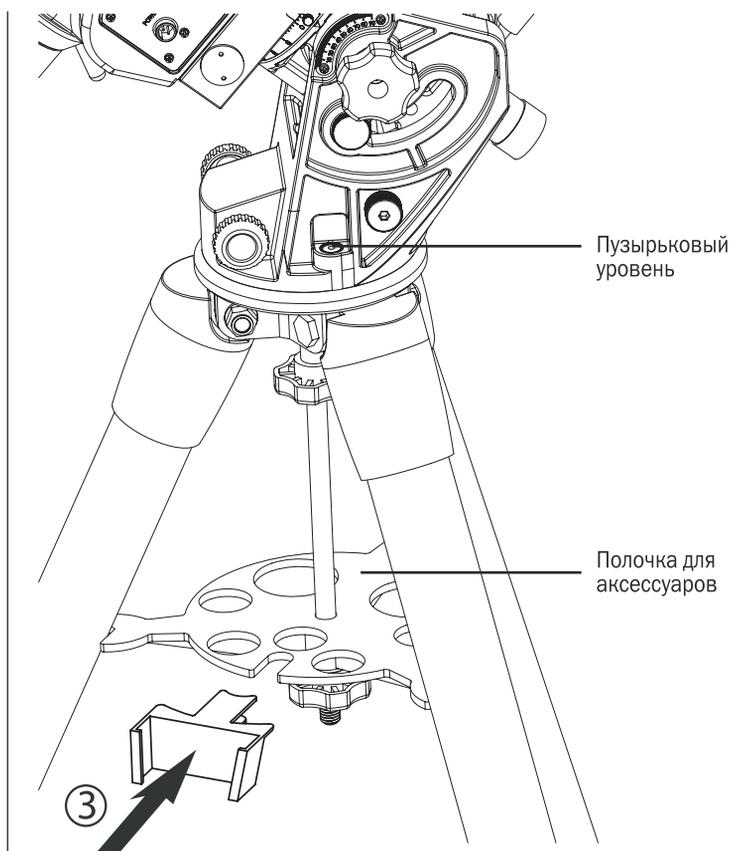

Рис. 1.3b
2. С помощью расположенного на монтировке пузырькового уровня, и регулируя длину опор треноги, обеспечьте горизонтальное положение монтировки (рис. 1.3b).
3. Поместите держатель пульта управления в U-образный слот на полочке для аксессуаров (рис. 1.3b).